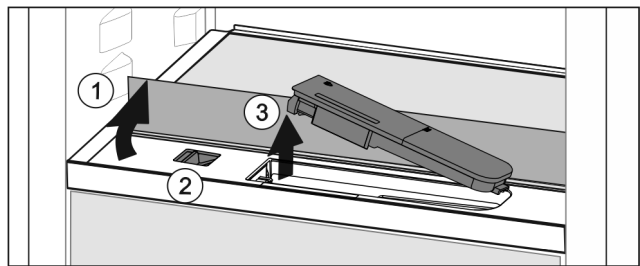

Fig. 127
- ▶ Glasplaat heffen en tot de aanslag naar achter klappen Fig. 127 (1).
- ▶ Schuif Fig. 127 (2) naar links schuiven.
- ▶ Waterreservoir eruit halen Fig. 127 (3).